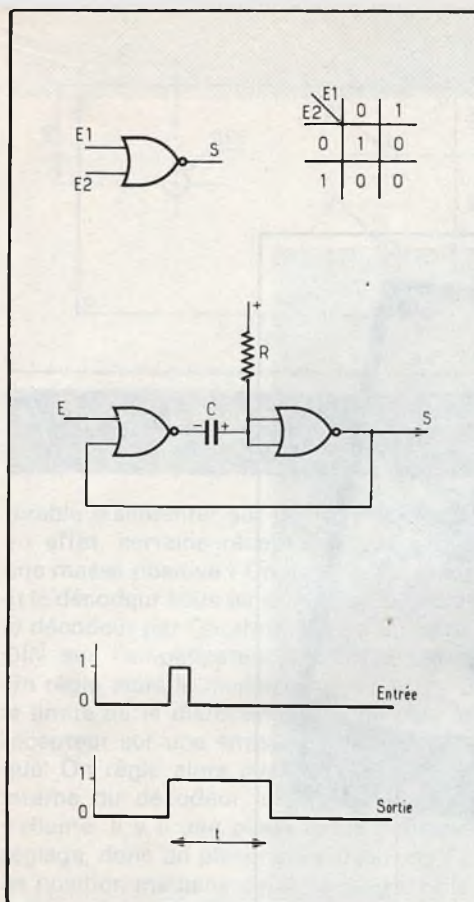

Fig. 2. - Rappels des notions de base se rapportant à une NOR.
- Caractéristiques d'un monostable constitué avec des portes NOR (fig. 2).